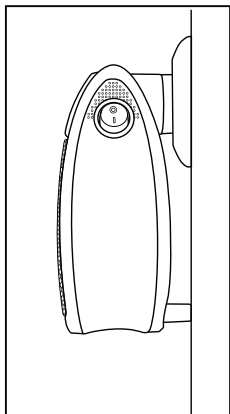

Fig. 1
- L'apparecchio deve essere utilizzato solo collegandolo ad una presa di corrente, in posizione dritta e completamente montato. I distanziatori **10** devono toccare la parete (vedere fig. 1).